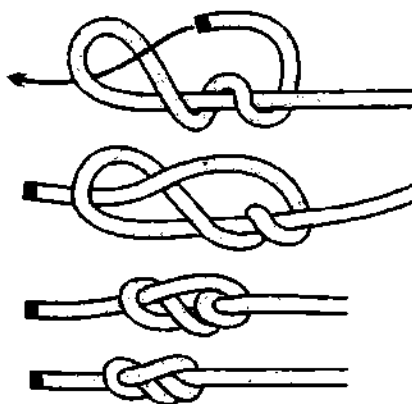
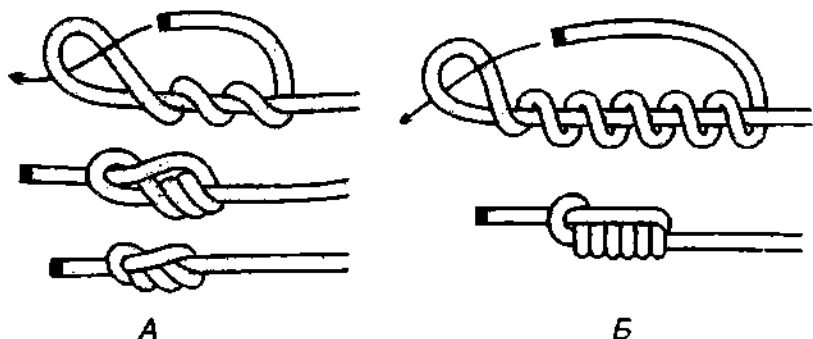

Рис. 88. *Стивидорный узел*.
Рис. 89. А – *стивидорный узел* с одним шлагом; Б – *стивидорный узел* с четырьмя шлагами.
*Стивидорный узел* – это *восьмёрка* со шлагами, которых у *стивидорного узла* может быть до 10 и более (рис. 88). Чем больше шлагов, тем более громоздким становится узел, тем меньше он затягивается и тем легче развязывается после использования (рис. 89).